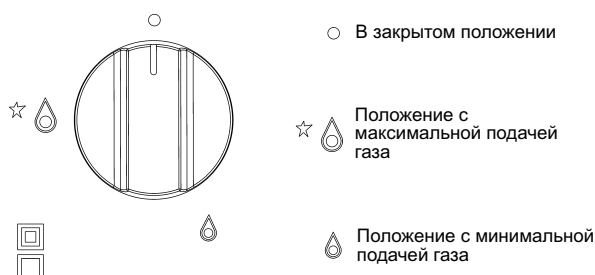

РИС. 1
Нажмите и поверните против часовой стрелки ручку конфорки до положения большого пламени (рис. 1), затем нажмите кнопку.
Для розжига конфорок, оснащенных системой «газ-контроль», следует повернуть против часовой стрелки ручку конфорки до положения большого пламени (рис. 1) (до упора). Затем нажмите ручку и произведите розжиг, как описано выше.
- После закипания переведите ручку в положение малого пламени (рис. 1).
- розжиг конфорок с предохранительной термопарой (системой «газ-контроль») можно произвести только если ручка установлена в положение Максимум (большое пламя рис. 1).